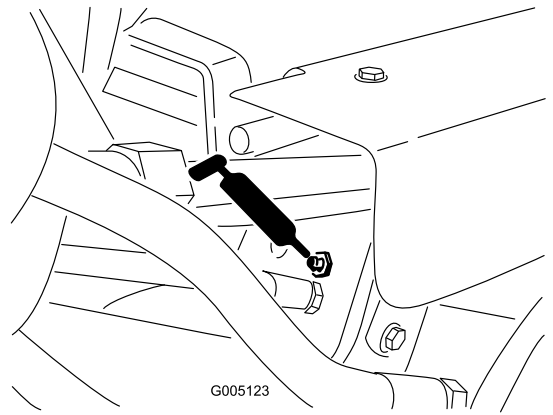

Figura 32
- Cilindri di sollevamento (3) (Figura 32)